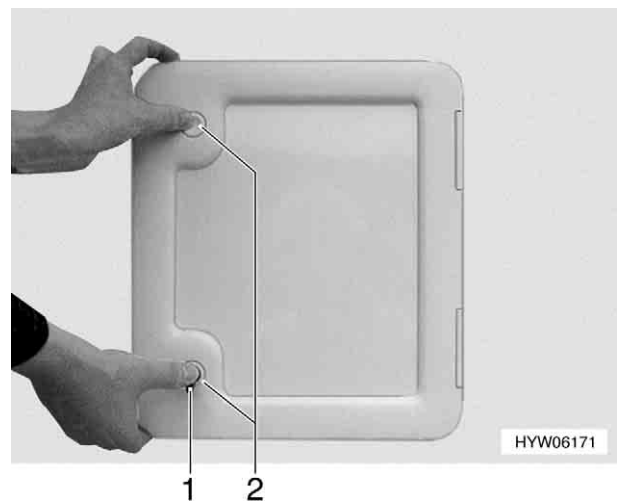

Fig. 26 Portillon des toilettes
- Insérer la clé dans le barillet du verrou à pression (Fig. 26,1) et la tourner d'un quart de tour.
- Appuyer du pouce sur les deux verrous à pression (Fig. 26,2) en même temps et ouvrir le portillon extérieur.
- Insérer la clé dans le barillet (Fig. 26,1) et la tourner d'un quart de tour.